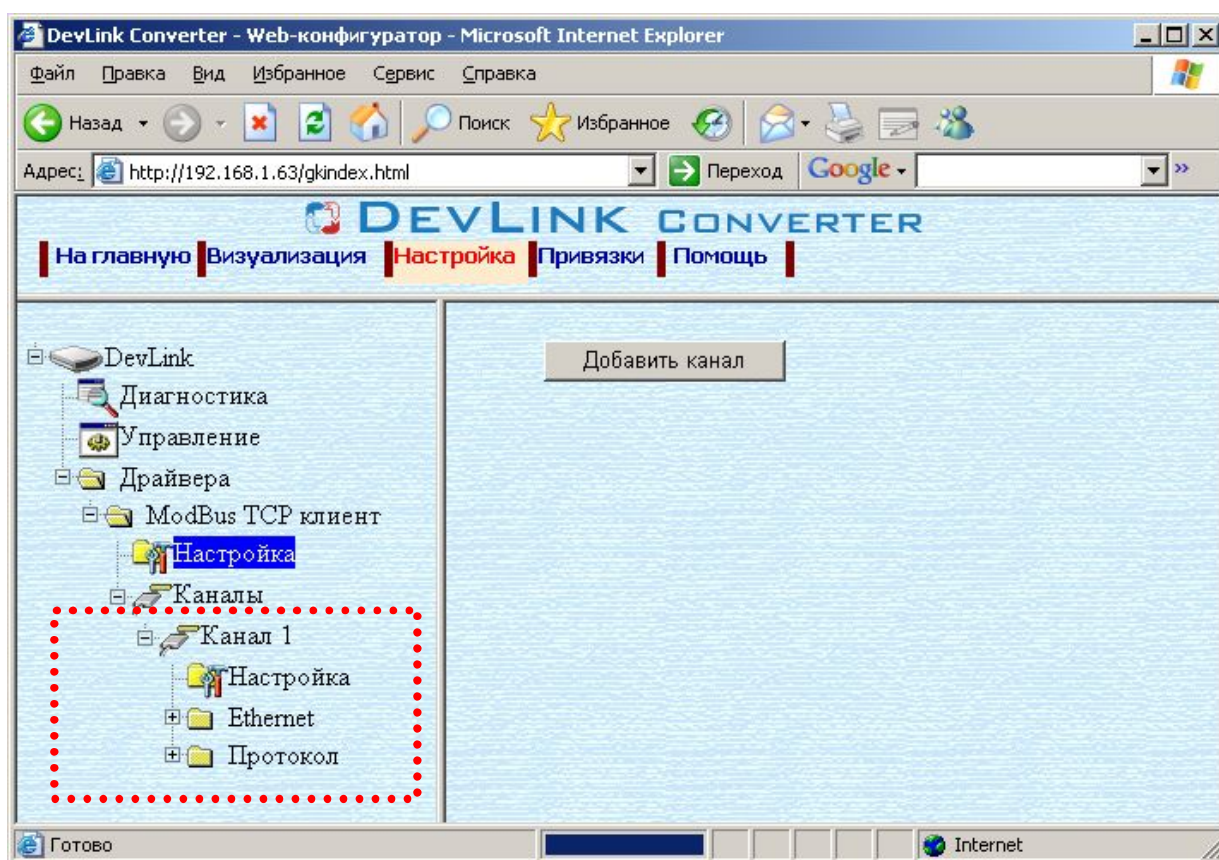

Рисунок 3.3 – Поддерево нового канала драйвера
- Нажмите на кнопку «*Добавить канал*». В результате будет произведено добавление канала. Дерево объектов будет обновлено (рисунок 3.3).